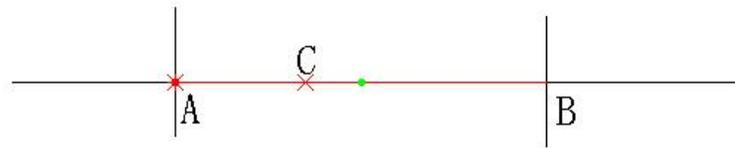

图 9.1
- (1) 用该工具在要加点的线上单击，靠近点的一端会出现亮星点，输入所需点长度数据，单击鼠标左键确定即可；
- (2) 直接在关键点上单击左键，即可增加点；
- (3) 个别情况下，亮星点不会出现在您所要的位置时，如图 9.1 在距离点 A 2CM 位置在线段 AB 间加一个点。选中该工具把光标移在目标位置 A，按住左键拖鼠标至另一位置 B 松开，再在选中线上单击，就可确定位置。